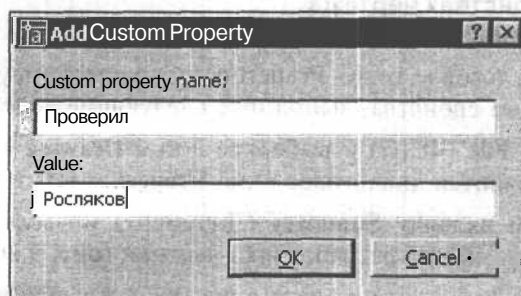

Рис. 9.21. Диалоговое окно для назначения нового свойства рисунку
4. Щелкните на кнопке Add (Добавить) и в появившемся окне **Add Custom Property** (Новое свойство) (рис. 9.21) введите наименование новой категории свойств рисунка в поле **Custom property name** (Наименование свойства) и его значение в поле **Value** (Значение). Щелкните затем на кнопке OK и вернитесь в диалоговое окно **Properties** (Свойства рисунка).